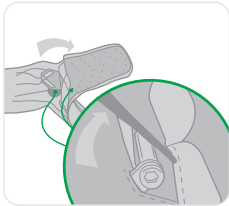

Figura 9
- Abra con la cremallera el panel trasero de la mochila e inspeccione el conector del arnés en busca de daños, distorsión, corrosión o agrietamiento. Asegúrese de que el perno de sujeción está fijo (consulte la figura 9). Si ve daños aparente, no lo utilice. Retire el MSA PRD del servicio y póngase en contacto con MSA.